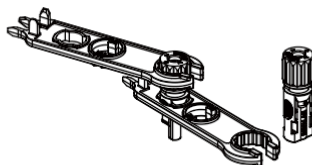

Fig. 3.5 Connecteur avec écrou borgne vissé
- c) Insérez la broche de contact dans la partie supérieure du connecteur et vissez l'écrou borgne sur la partie supérieure du connecteur. (comme illustré à la figure 3.5).